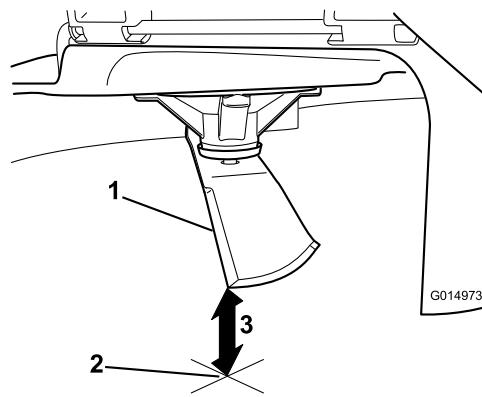

Figura 115
3. Meça da ponta da lâmina até à superfície plana (Figura 115).